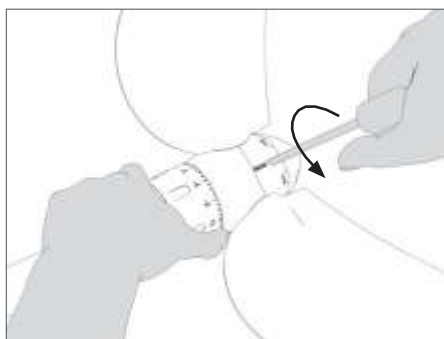

FIG. 42 Svitamento tappo ingrassaggio
- Svitare il tappo del foro di ingrassaggio utilizzando una chiave a brugola (Fig. 42).